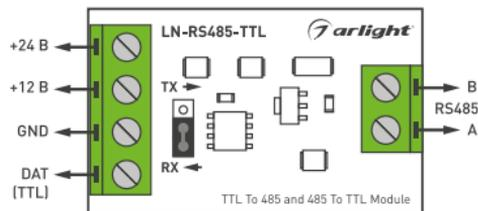

Рис.1. Назначение клемм.
- 3.2. Ознакомьтесь с назначением и расположением клемм и перемычки (Рис.1), при помощи которой выбирается направление передачи сигнала и режим работы — RX (прием) или TX (передача). Установите перемычку в соответствии с требуемым режимом работы.